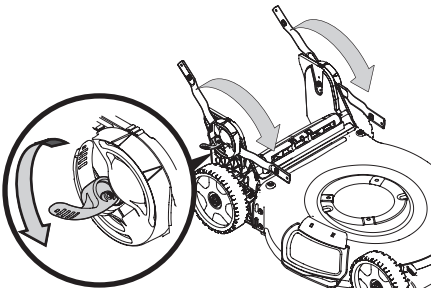

Figure 7
2. Abaissez les deux leviers de réglage pour les déverrouiller. Voir l'encadré de la Figure 7.